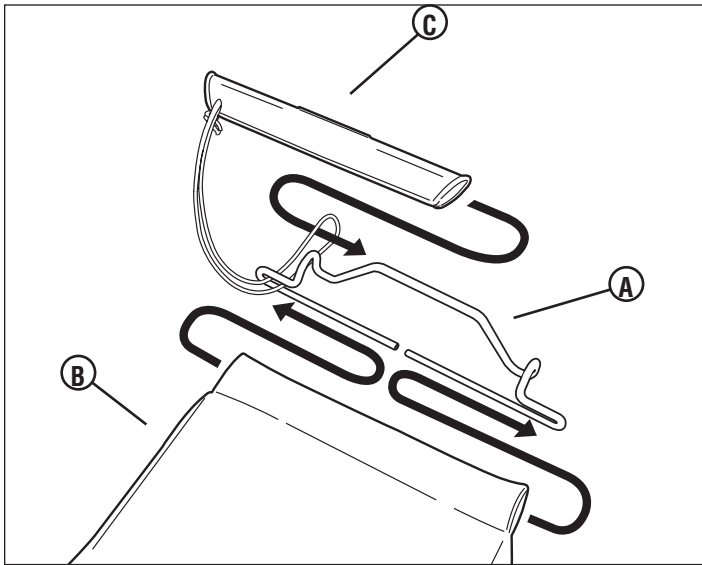
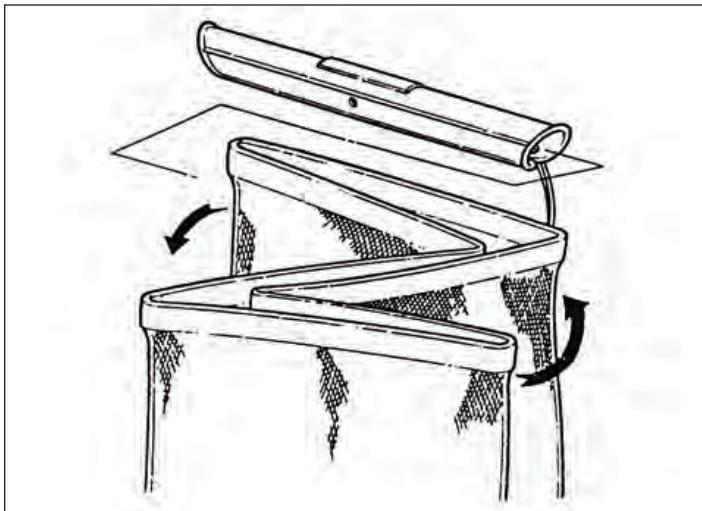

Figure 15
Figure 16
- Installer le fil supérieur (A, Figure 15) au sac à herbes (B).
- Attacher la glissière (C) au fil supérieur.
- Plier l'ouverture du sac en "Z" et installer la glissière (A, Figure 16).